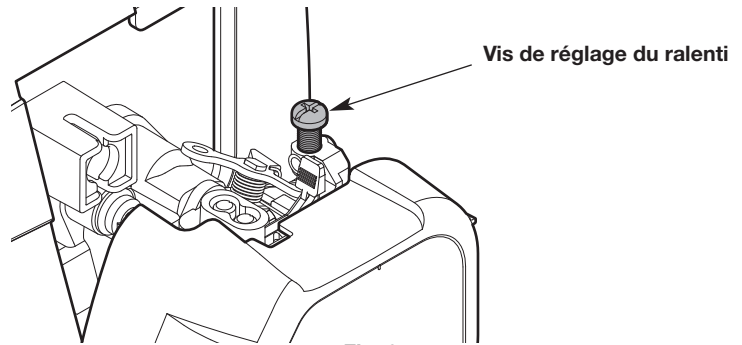

Fig. 24
- Si le moteur s'arrête, augmentez le régime de ralenti. Utilisez un petit tournevis cruciforme pour tourner la vis de ralenti vers la droite, de 1/8 de tour à la fois, et ce, jusqu'à ce que le moteur tourne bien au ralenti (Fig. 24).
- Si la tête de coupe tourne lorsque le moteur est au ralenti, réduisez le régime de ralenti. Tournez la vis de ralenti vers la gauche, de 1/8 de tour à la fois, jusqu'à ce que la tête de coupe cesse de bouger (Fig. 24).